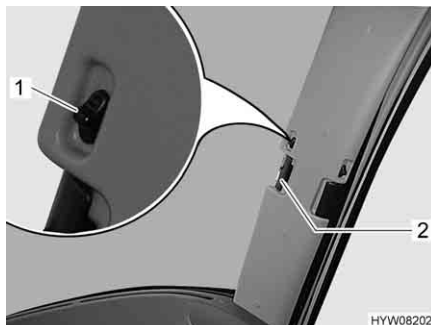

Fig. 52 Tendina oscurante pieghevole per il parabrezza
- Spingere il bottone di bloccaggio (Fig. 52,1) verso l'alto.
- Tirare la tendina oscurante pieghevole del parabrezza per la maniglia (Fig. 52,2) verso il centro della finestra.
- Spingere verso l'esterno le due metà della tendina oscurante pieghevole del parabrezza per la maniglia (Fig. 52,2) fino all'arresto.
- Spingere il bottone di bloccaggio (Fig. 52,1) in basso.